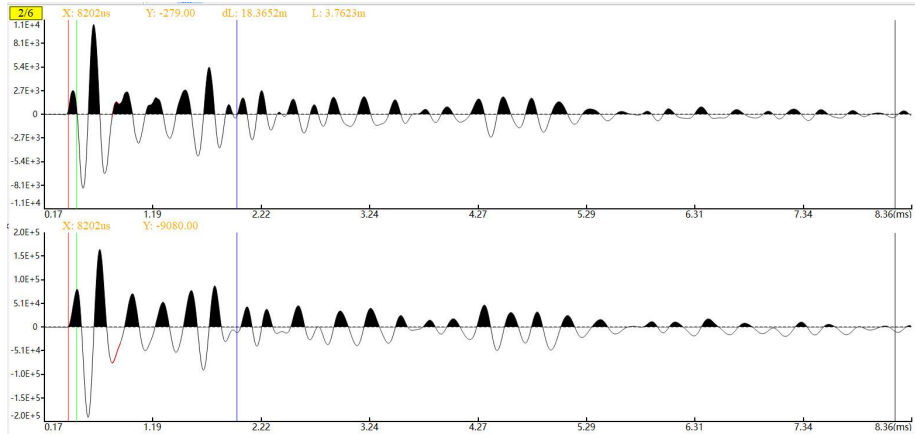

图 4-12 积分
- 积分：对需分析的波形进行积分操作，并显示在分析视图的第二块区域，变化如图 4-12 所示，快捷键为 。